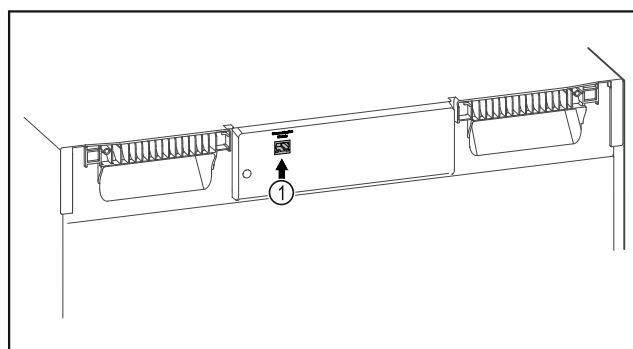

Fig. 142
- ❑ Το SmartModule Fig. 142 (1) είναι τοποθετημένο.